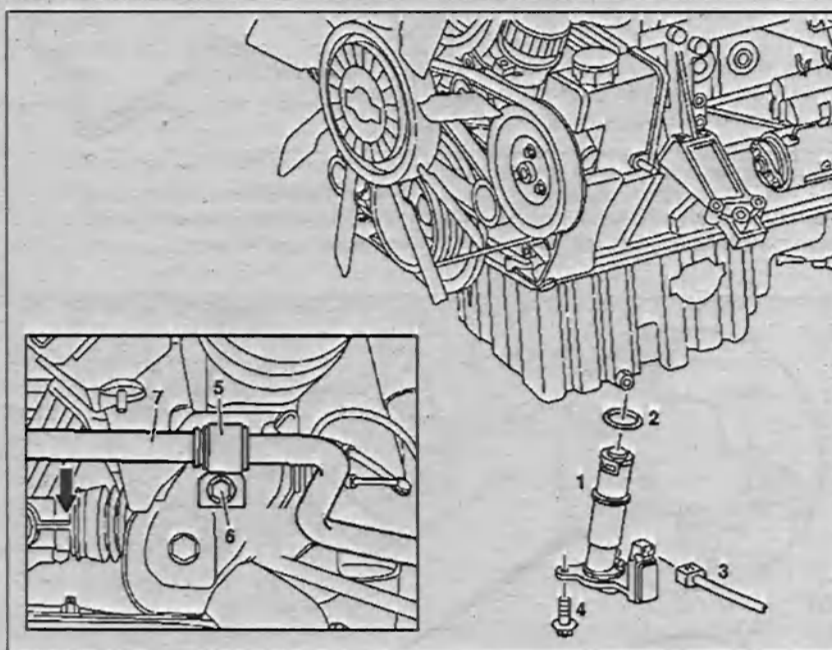

Рис. 3.61. Снятие и установка датчика уровня масла:
2. Отсоедините стабилизатор 7 передней оси и разверните его вниз (рис. 3.61).